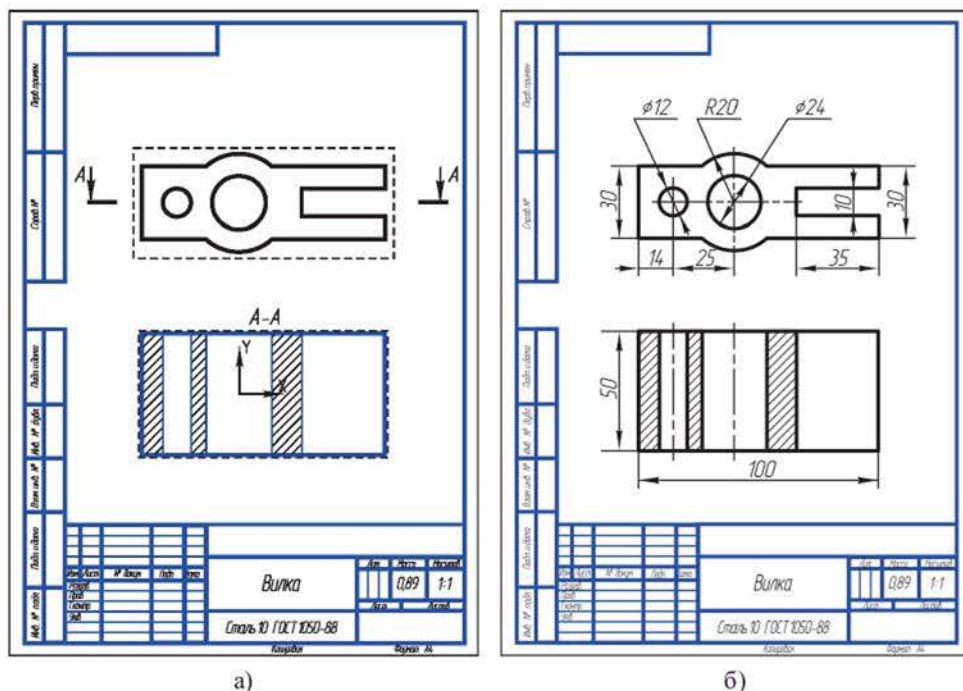

Рисунок 7.8 Выполнение горизонтального разреза (а);
6. В инструментальной панели *Обозначения*  выбрать команду *Линия разреза* , провести линию разреза вдоль горизонтальной оси детали и расположить разрез под главным видом (рисунок 7.8 а).